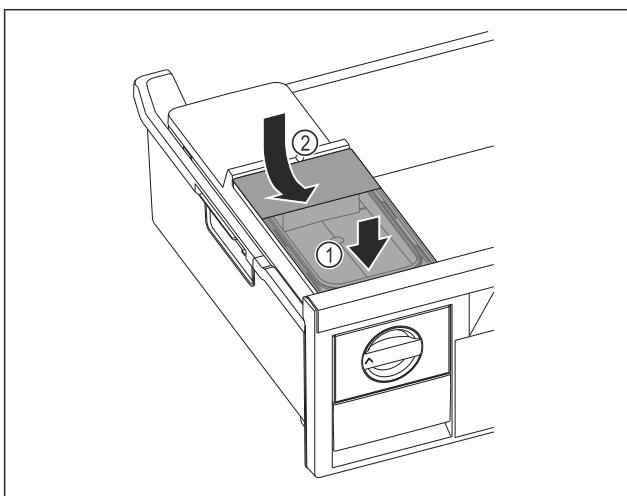

Fig. 73
- Wassertank vorne ansetzen. Fig. 73 (1)
- Wassertank hinten absenken. Fig. 73 (2)